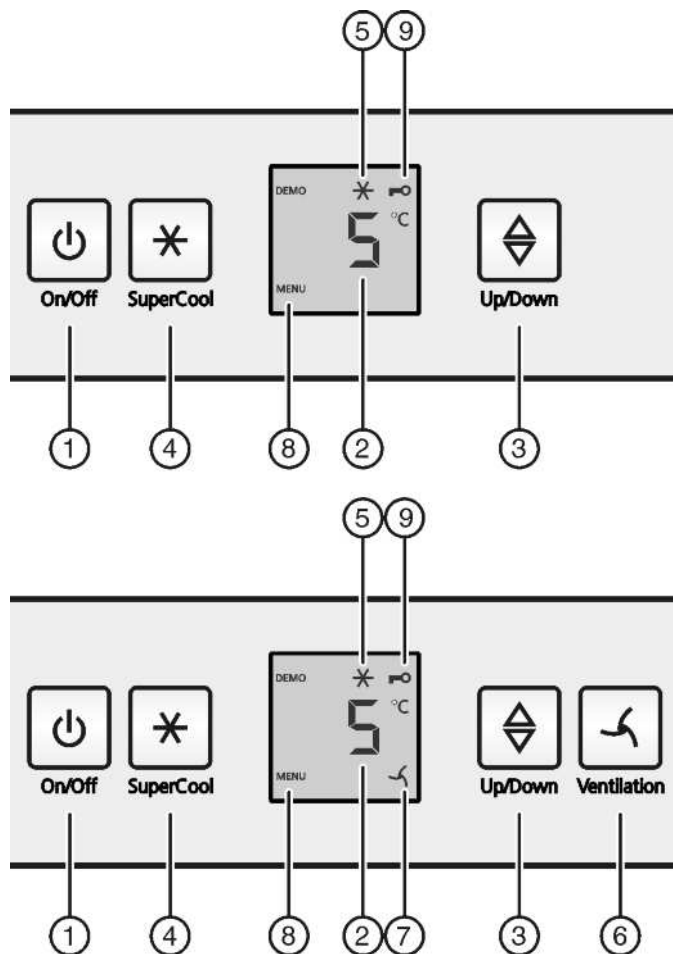

Fig. 2
- ▶ Нажать кнопку On/Off Fig. 2 (1).
- ▶ Нажмите кнопку «SuperCool» Fig. 2 (4) и удерживайте ее прим. 5 секунд.
- ▷ На индикаторе будет отображаться символ «Меню» Fig. 2 (8).
- ▶ Для подтверждения нажать и отпустить кнопку «SuperCool» Fig. 2 (4).
- ▷ На индикаторе горит символ «Защита от детей» Fig. 2 (9).
- ▶ Нажать и отпустить кнопку «On/Off» Fig. 2 (1).
- ▶ Активация модуля регулировки температуры: нажмите кнопку настройки Fig. 2 (3).
- ▶ Температура изменяется с шагом в 1 °C: нажимайте кнопку настройки Fig. 2 (3) до тех пор, пока на индикаторе температуры не будет высвечиваться требуемая температура.
- ▶ Коротко нажмите кнопку SuperCool Fig. 2 (4).
- ▷ На индикации горит символ SuperCool Fig. 2 (5).
- ▷ Символ SuperCool Fig. 2 (5) на индикации гаснет.
- ▶ Коротко нажмите кнопку "Вентиляция" Fig. 2 (6).
- ▷ Символ Вентиляция Fig. 2 (7) горит.
- ▷ Символ Вентиляция Fig. 2 (7) не горит.